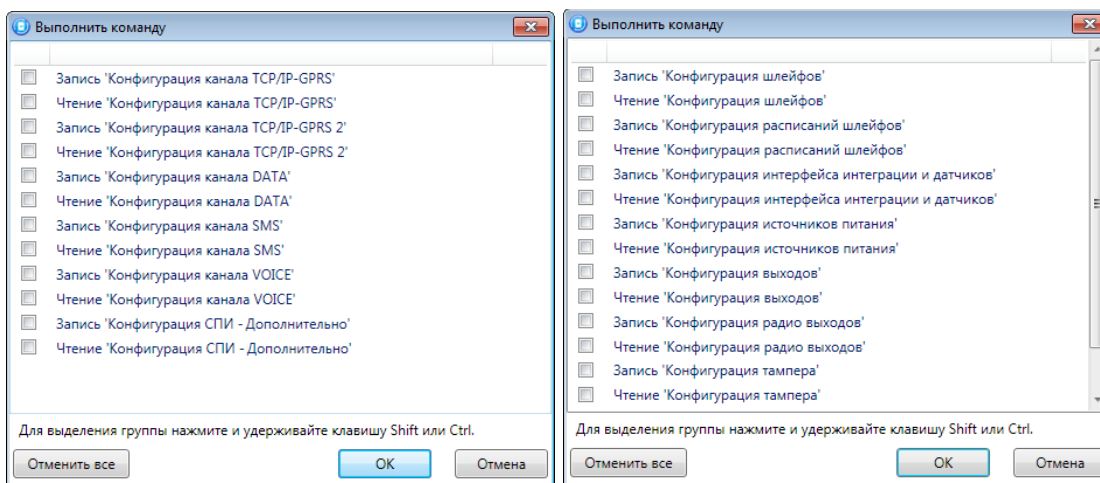

Рисунок 13.2 — Окно *Выполнить команду* (а — конфигурация УОО, б — конфигурация ППК)
- *Выполнить команду:* открытие окна *Выполнить команду* (см. рисунок 13.2), с помощью которого могут быть записаны или считаны отдельные группы параметров (актуально при медленной скорости передачи данных или тарификации по объему передачи данных).